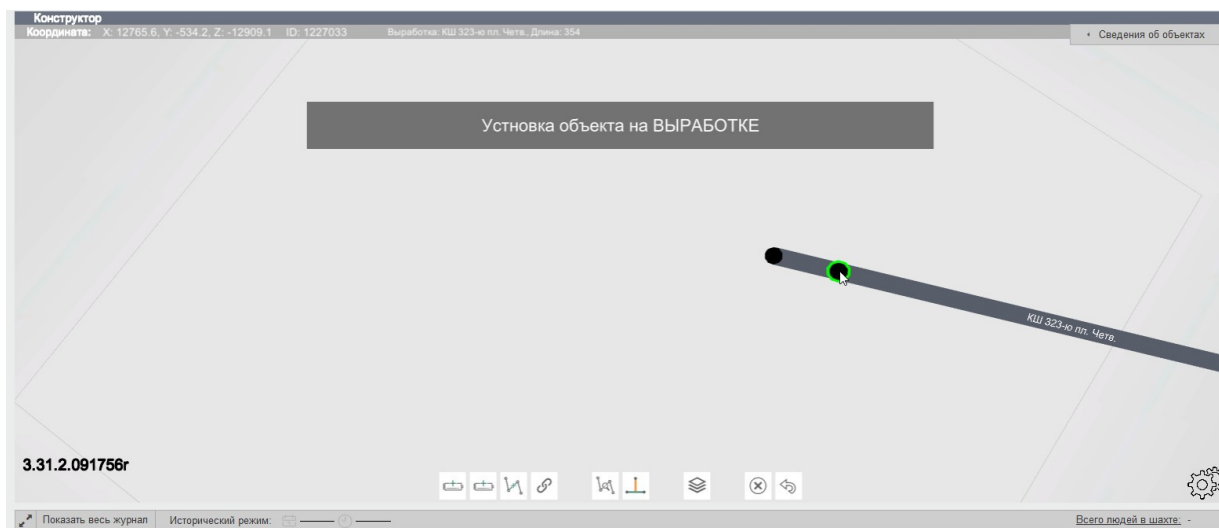

Рисунок 62. Установка маркера на выработке
3. Если необходимо установить маркер на выработке, нужно нажать ПКМ и установить маркер на выработке (рисунок 62).